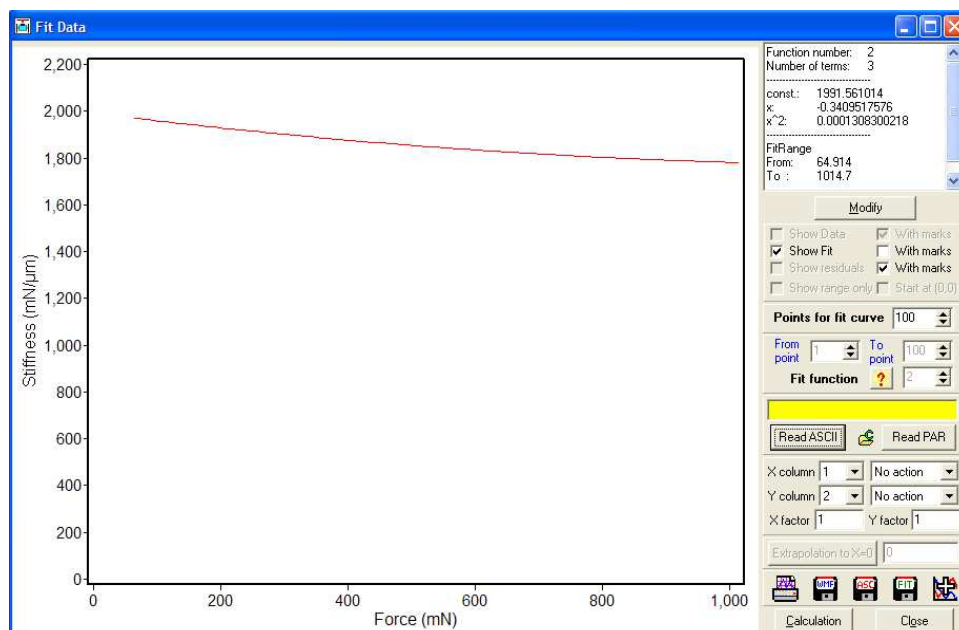

Abb. 14: Das Fit Data Fenster mit der Darstellung einer Steifigkeitsfunktion
- Mit der Schaltfläche  wird das Fenster **Fit Data** geöffnet, das zur grafischen Darstellung der Fitfunktion verwendet wird (s. Abb. 14).